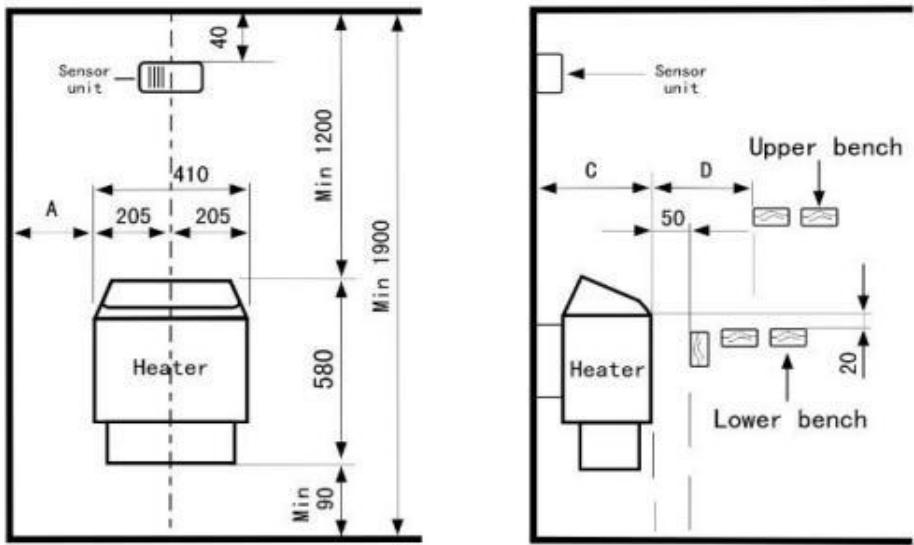

Figura 3
1. Fije la unidad del sensor con tornillos a la pared directamente sobre la sauna. Calentador dentro de la sauna. Consulte el diagrama para ver la distancia mínima (véase la figura 3).
Instalación (ver figura 3), que se incluye en el diagrama de instalación. Si no se realiza